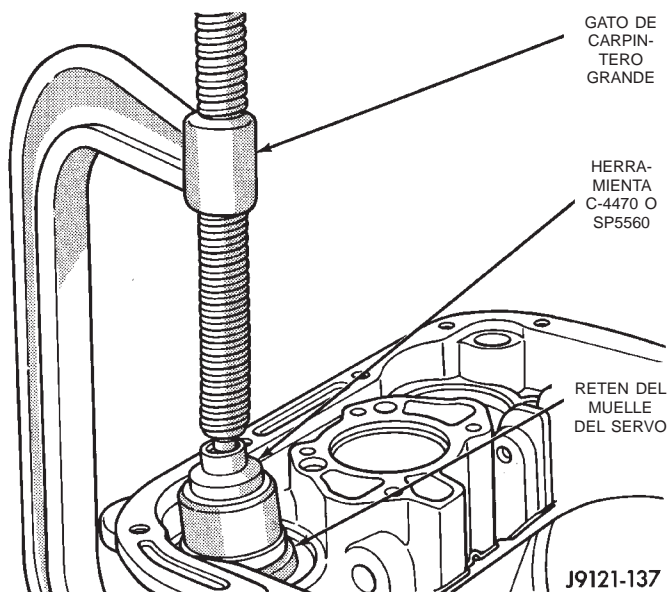

Fig. 95 Compresión del muelle del servo trasero
SP-5560 (Fig. 95). El compresor de muelles de válvulas C-3422-B puede utilizarse también para comprimir el retén del muelle
(1) Instale el émbolo, el muelle y el retenedor de muelle del servo trasero. Comprima el muelle y retenedor del servo trasero con la herramienta de compresión C-3422-B (Fig. 95) o un gato de carpintero grande.
(2) Instale el émbolo, el muelle y la guía de varilla del servo delantero. Comprima la guía de varilla del servo delantero con el compresor de muelles de válvulas